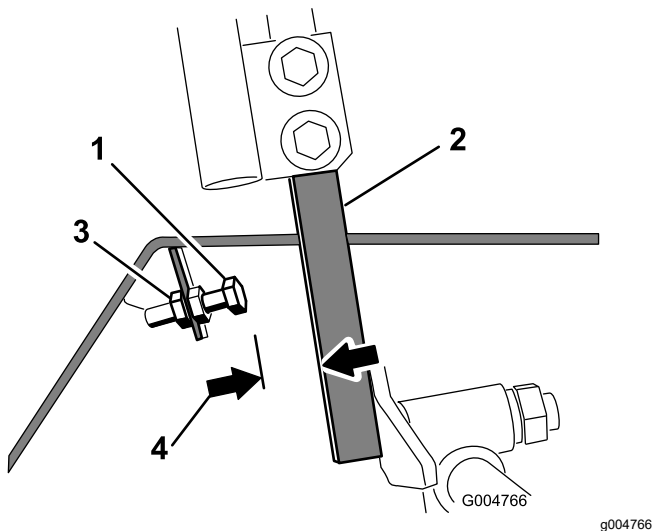

Figura 55
- Afloje la contratuercas del perno de tope de una palanca de control (Figura 55).